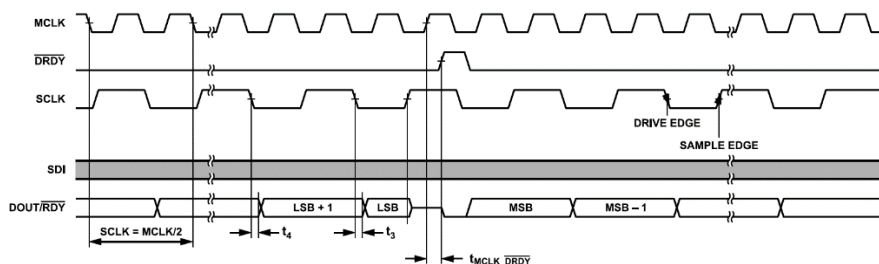

図 153. SPI制御、連続リードバック・モードでの変換読出しのための推奨インターフェース
ADAQ7768-1のインターフェースは柔軟で、様々なDSPとマイクロコントローラ・ユニット (MCU) の数多くの動作モードとデータ出力フォーマットに対応可能です。性能を最大限に発揮するために、図153に変換結果を読み出すための推奨インターフェース設定を示します。この推奨設定は、同期されたSCLKとMCLKの関係を使用します。
推奨インターフェース動作を図153に示します。データ・リードバックは $\overline{\text{DRDY}}$ 周期全体にわたって行われ、LSBは、次の変換のために $\overline{\text{DRDY}}$ がハイになるまでそのまま残ります。
2. $\overline{\text{DRDY}}$ または $\overline{\text{RDY}}$ のタイミングに基づいてSCLKを生成します。 $\overline{\text{DRDY}}$ 信号がハイのときにSCLKがハイで、MCLK立下がりエッジで遷移することにより（図153参照）、LSBを正しく読み込むことができます。これは、DOUT/ $\overline{\text{RDY}}$ 出力が $\overline{\text{DRDY}}$ の立上がりエッジでリセットされることによります。しかし、SCLKの立上がりエッジはこの移行の前に発生します。
データのクロッキングはODRの周期全体を使って行われるので、LSB出力ごとに $\overline{\text{RDY}}$ 信号がフラグされることはなくなります。この信号は、ADAQ7768-1が連続リードバック・モードにある場合、あるいは図153に示すように、ADAQ7768-1が $\overline{\text{DRDY}}$ の前 $1 \times t_{\text{MCLK_DRDY}}$ 以内に32個のSCLKをカウントしない場合にのみフラグされます。